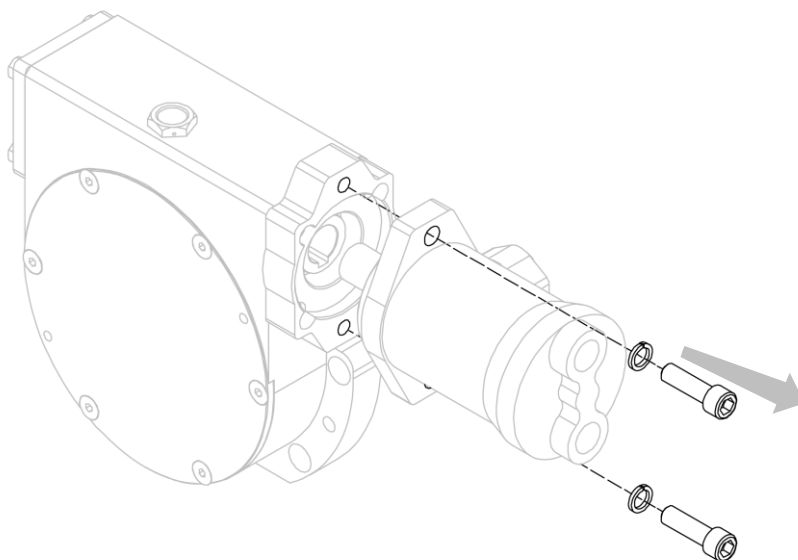

Figure 37
4. Séparer le moteur du réducteur après avoir retiré les vis correspondantes qui le retiennent (voir *Figure 37*).